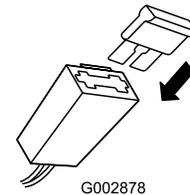

Figura 9
- Introduzca el fusible (de la bolsa de piezas sueltas) en el portafusibles (Figura 9).